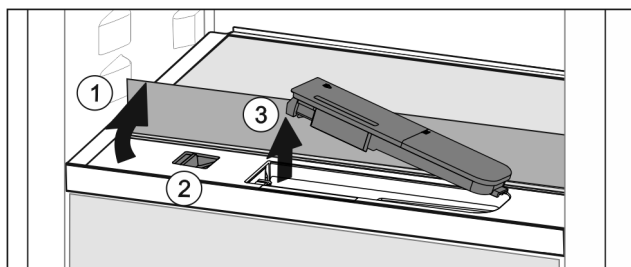

Fig. 57
- ▶ Повдигнете стъклената плоча и я завъртете до ограничителя назад Fig. 57 (1).
- ▶ Преместете плъзгача Fig. 57 (2) наляво.
- ▶ Извадете резервоара за вода Fig. 57 (3).